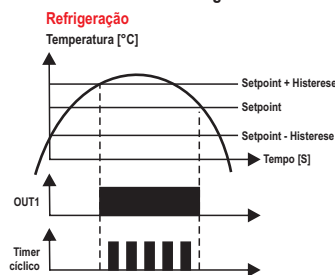

Figura 4
- Saída do timer cíclico ciclando sempre que a saída do 1º estágio estiver ligada (F22=5): o 3º estágio só irá ciclar quando a saída do 1º estágio estiver ligada, obedecendo os tempos configurados na F20 ( $\overline{[C]Dn}$ ) e F21 ( $\overline{[C]DFE}$ ), como mostra a Figura 4.